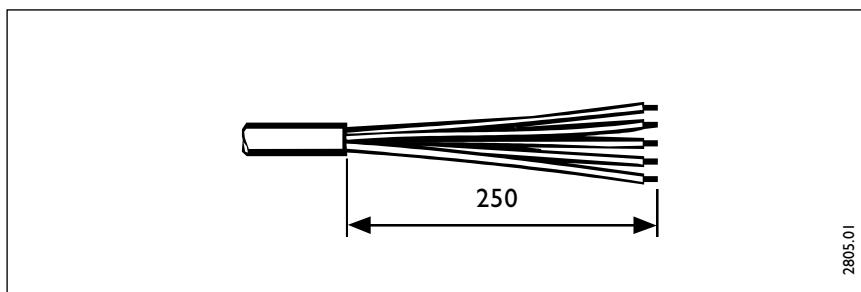

рис. 10
- Подготовить электроизоляцию (рис.10).